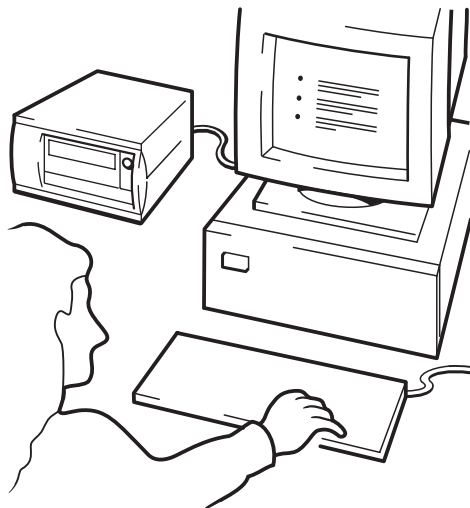

图 10d: 使用 HP OBDR, 第四步
- 3 请按照屏幕上显示的说明设置操作系统（见图 10d）。（屏幕上显示的说明将随备份软件变化。）通常，您可以接受对所有提示的缺省响应，例如按下 <Enter> 键即可。